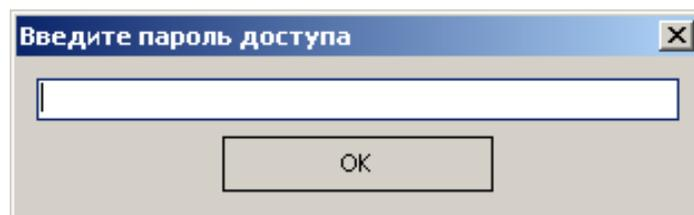

Рисунок 30
5. Нажать кнопку «Прощить». Перед Вами появится окно (Рисунок 30):